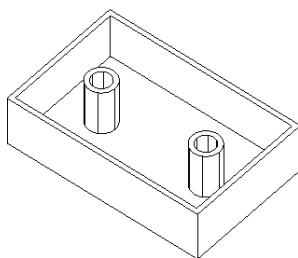

图 7-73 朝外抽壳
- 05 如果在“实体抽壳方向”选项区中选中“朝外”选项，输入朝外厚度为 2，结果如图 7-73 所示。